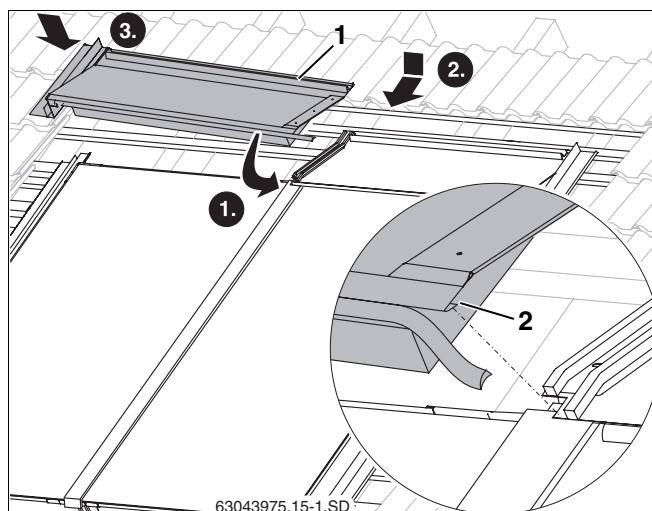

Fig. 56 Chapa protectora superior izquierda
- Enganche el resto de chapas protectoras superiores con la unión de la chapa (fig. 56, **pos. 2**) en la chapa protectora montada y, a continuación, deslícelas hacia el colector.
- Introduzca la chapa protectora superior izquierda (fig. 56, **pos. 1**) en la chapa protectora lateral izquierda.